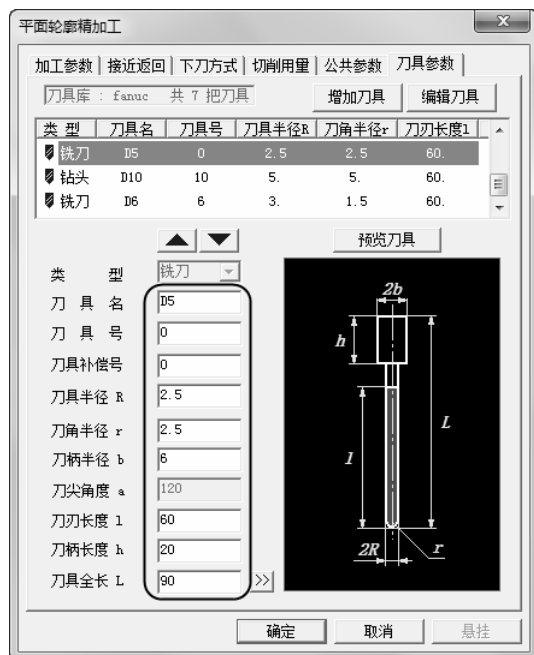

图 2-62 “刀具参数”选项卡
6) 单击“刀具参数”选项卡，选择刀具名称为“D5,r2.5”，D 代表刀具直径，r 代表刀角半径的球刀。具体“刀具参数”参数数值如图 2-62 所示。